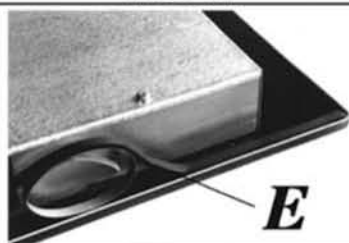

FIG. 13
- Vire a placa e posicione o lado adesivo da junta "E" correctamente (fig. 13) sob a borda da placa para que o lado externo da junta fique correctamente encaixado na borda periférica externa da placa. As extremidades das juntas devem encaixar-se sem ficarem sobrepostas.